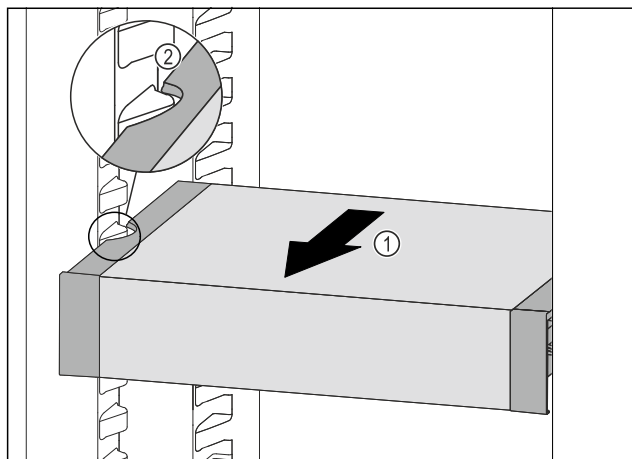

Fig. 40
- ▶ Táhněte VarioSafe dopředu Fig. 40 (1), dokud nebudou boční vybrání VarioSafe na úrovni žebrování na nádoby v chladničce. Fig. 40 (2)